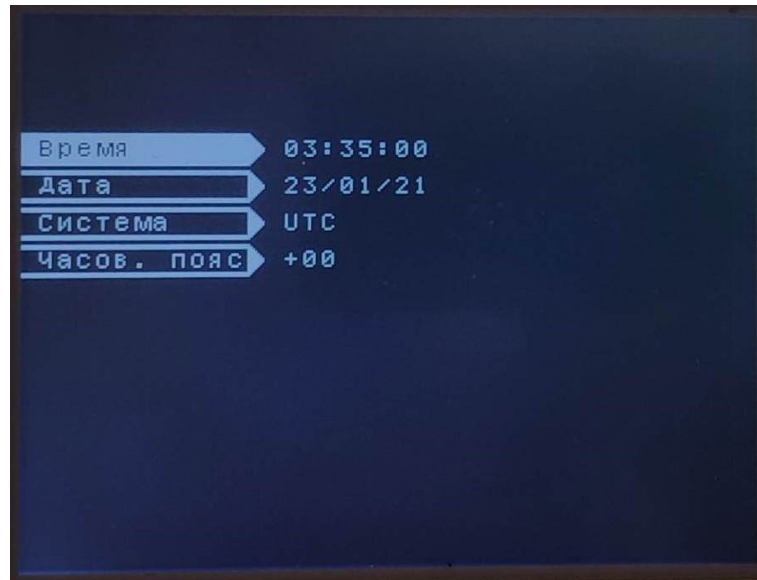

Рисунок 23 – Раздел «Дата и время»
4. «Дата и время» - раздел предназначен для установки даты и времени «ОРИОН» АПК RX (см. рисунок 23).